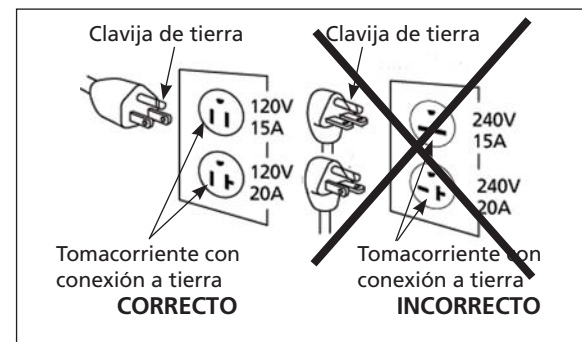

Figura 2 - Método de conexión a tierra
- Si el enchufe del cable de alimentación de la unidad no le resulta familiar o no encaja en su tomacorriente, la Figura 2 le ayudará a entender por qué, ya que ilustra los diferentes tipos de enchufe y los voltajes con los que se utilizan.
- Este producto debe usarse en un circuito para 120 voltios nominales y tiene un enchufe para tierra parecido al que aparece en la Figura 2.
1. Este producto es para usarse en un circuito con 120 voltios nominales. Debe estar conectado a tierra. En caso de cortocircuito eléctrico, la conexión a tierra reduce el riesgo de descarga eléctrica al proporcionar un cable de escape para la corriente eléctrica. La unidad está equipada con un cable que tiene una clavija de tierra. Encajará en uno de los tipos comunes de tomacorriente que se muestran en la Figura 2. Si el enchufe no encaja en el tomacorriente deseado, haga que un electricista calificado cambie el enchufe o el tomacorriente.